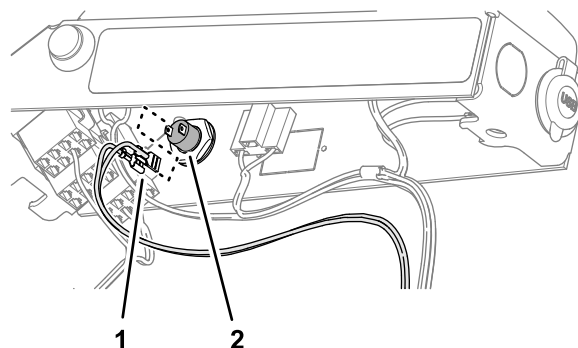

Bild 108
4. Schließen Sie die Klemmen des Kabelbaumabzweigs mit der Beschriftung REMOTE ENGAGE SWITCH [Fernbetätigungsschalter] an die Klemmen des Tastschalters an (Bild 108).